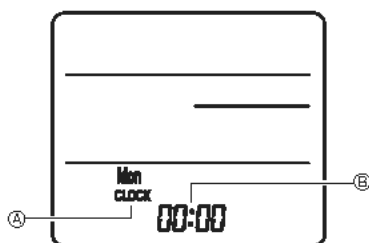

Fig. 7-8
3) Ρύθμιση (Ρύθμιση ρολογιού) (Fig. 7-8)
① Τοποθετήστε τις μπαταρίες ή πατήστε το κουμπί **CLOCK** με ένα μυτερό αντικείμενο. Αναβοσβήνουν οι ενδείξεις [CLOCK] (Ρολόι) ⓐ και [:] ⓑ.
② Πατήστε το κουμπί **RESET** με ένα μυτερό αντικείμενο.